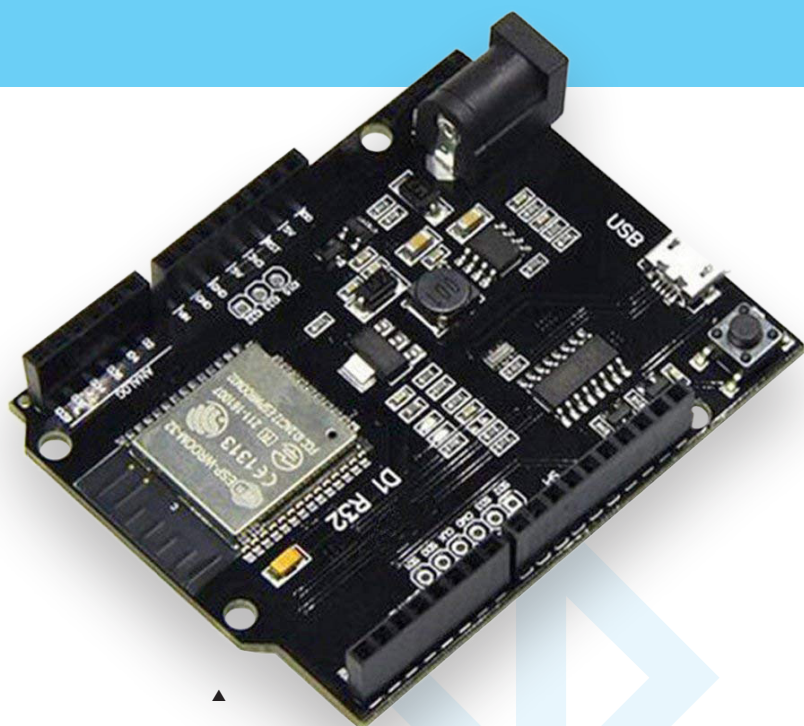

Figure 1. Carte de développement WeMos D1 R32 ESP32 Wi-Fi/Bluetooth.
- Une carte à microcontrôleur (**figure 1**) avec un récepteur infrarouge connecté pour apprendre les codes existants d'autres télécommandes, et un émetteur infrarouge pour effectuer la tâche principale en envoyant des commandes à votre téléviseur, boîtier décodeur, etc. La carte stocke également les codes appris.